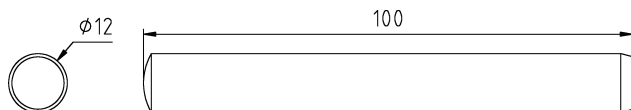

图 9-40 插入动态块
11) 返回“块编辑器”界面, 单击“保存块”按钮, 单击“关闭块编辑器”按钮退出块编辑器, 执行“插入块”命令 (I), 分别插入“销钉-侧”块和“销钉-主”块, 绘制一个 $\Phi 12 \times 100$ 的销钉, 如图 9-40 所示。